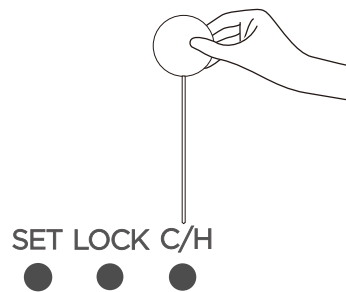

Figura 25
1. No modo de somente resfriamento, pressione ^{C/H} ● para ativar a função de resfriamento e aquecimento. (vide Figura 25)